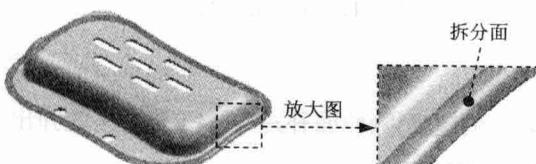

图 1.7 定义拆分面
Step2. 旋转坐标系。选择下拉菜单 **格式 (R) → WCS → 旋转 (R)** 命令；在弹出的“旋转 WCS 绕...”对话框中选择 **C + XC 轴** 单选项，在 **角度** 文本框中输入值 -90；然后单击 **确定** 按钮；系统返回至“面拆分”对话框。
Step4. 定义要拆分的面。选取图 1.7 所示的完全倒圆角面为拆分面。